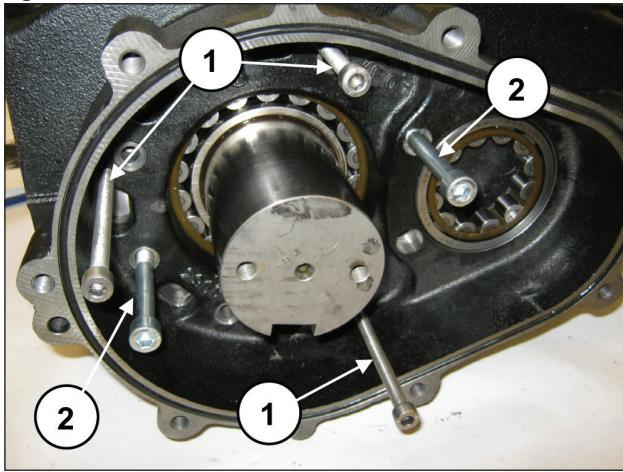

Fig. 23
Enroscar en los orificios específicos 3 tornillos prisioneros o tornillos roscados M8 (pos. ①, Fig. 23) que actúen como extractores y dos tornillos M10 lo suficientemente largos para utilizarlos como soporte de la caja del reductor (pos. ②, Fig. 23).